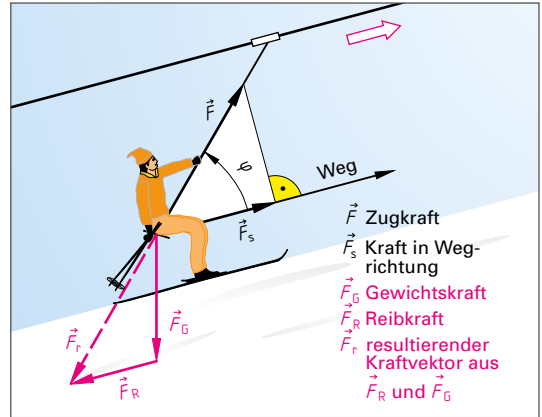

Bild 1: Kräfte bei einem Schlepplift
Darstellung von Kräften. Die Kraft ist ein Vektor, der durch den Pfeil \vec{F} (sprich: Vektor F) dargestellt wird (**Bild 1**). Die Länge des Pfeils gibt $|\vec{F}| = F$ (sprich: Betrag des Vektors F) an, die Pfeilrichtung gibt die Wirkungsrichtung. Bei der Addition hängt man die Kraftvektoren unter Berücksichtigung ihrer Richtung aneinander.
Die Einheit der Arbeit ist das Newtonmeter (Nm) mit dem besonderen Einheitennamen Joule¹ (J). Liegen Kraft und Weg nicht auf derselben Geraden, so wird zur Berechnung der Arbeit nur die Teilkraft in Wegrichtung berücksichtigt (Bild 1).